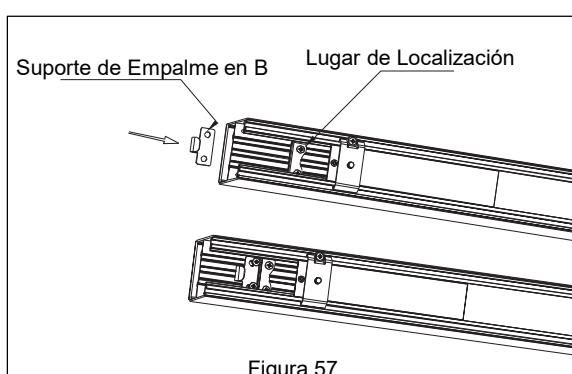

Figura 57
2. Desliza el soporte de empalme B en la pieza de localización, luego asegúralo con los tornillos incluidos. **Ver Figura 57.**